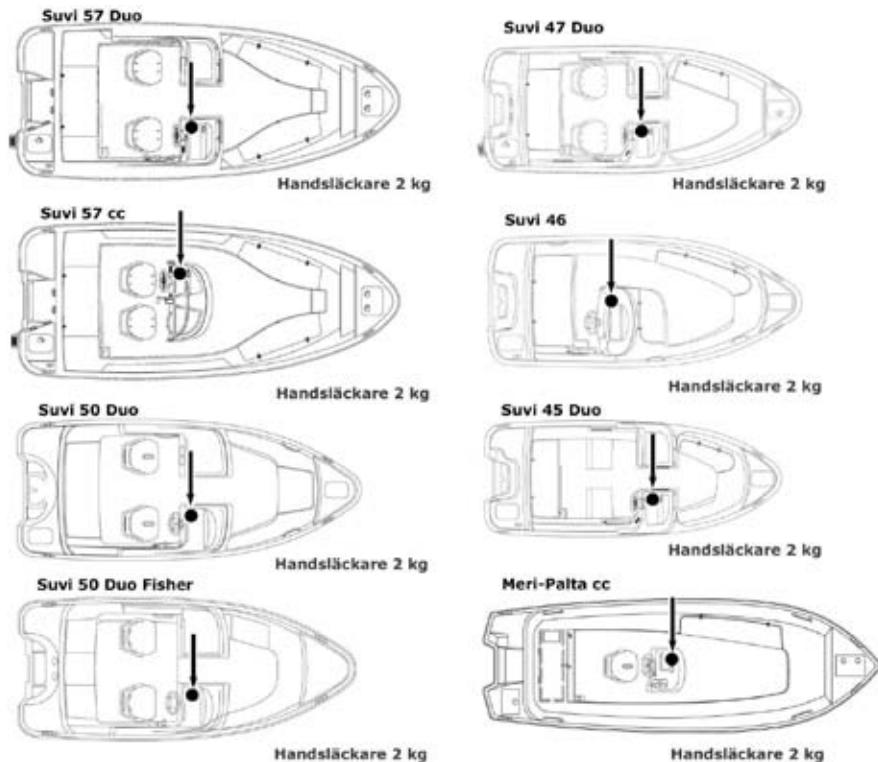

Bild 8. Handsläckarnas placering och storlek
SUVI 57 CC, 57 DUO, 50 DUO FISHER, 50 DUO, 47 DUO, 46, 45 DUO och Meri-Palta CC är utrustad med en 2 kg pulverfyld handsläckare. Handsläckarnas minsta godkända effektklass är 8A 68B. Släckaren är placerad vid båtförarens fotutrymme på vänstra sidan enligt bild 8.
- 3) Brytarpanel (Se bild 8)